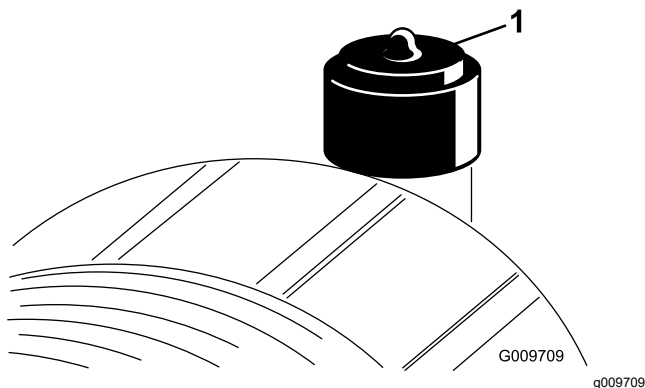

Figura 86
Revise el filtro del limpiador de aire únicamente cuando el indicador de mantenimiento (Figura 86) lo requiera. El cambiar el filtro antes de que sea necesario sólo aumenta la posibilidad de que entre suciedad en el motor al retirar el filtro.
9. Reinicie el indicador (Figura 86) si se ve rojo.